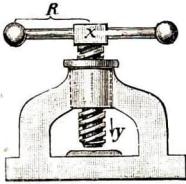

Abb. 94. Schraubenpresse
1. Mit einer **Schraubenpresse** (Abb. 94) kann man bekanntlich einen großen Druck ausüben. Sie besteht aus einer Schraube, an der oben eine Kurbel  $R$  mit ein paar Wuchtkugeln angebracht ist. — Bei jeder Umdrehung senkt sich die Schraube um eine Ganghöhe  $h$ . Eine Schraube heißt **Millimeterschraube**, wenn ihre Ganghöhe 1 mm ist.